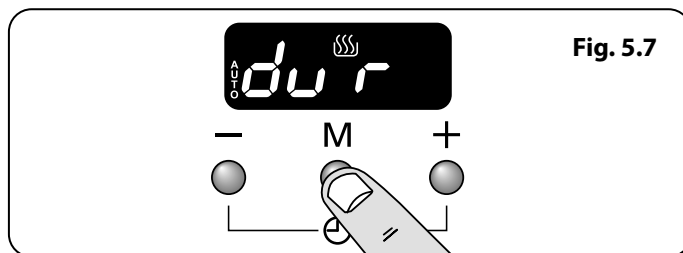

Fig. 5.7
- Tryck på lägesknappen [M] tills displayen blinkar (dur) (Fig. 5.7). Ställ därefter in "tillagningstiden" med knapparna [+] eller [-].